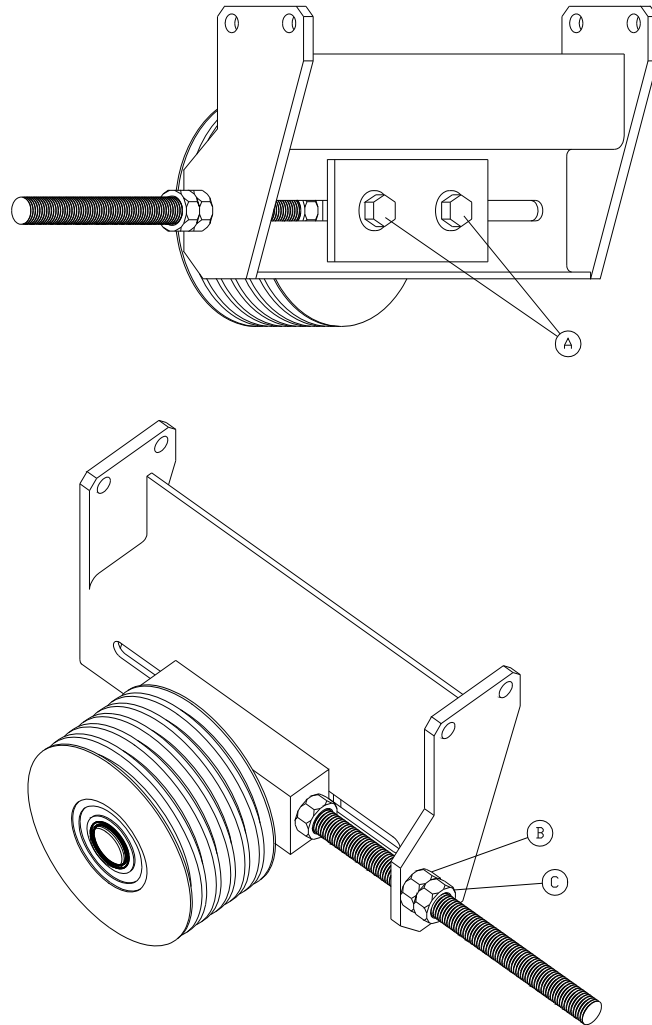

FIG 33
E.) Idler Adjustment (New Style - Fig 33)